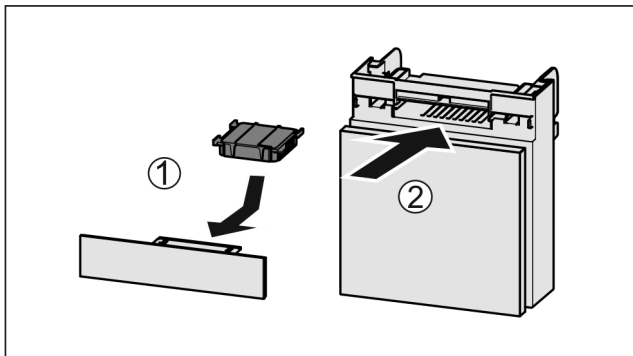

Fig. 213
- ▶ Aktivni ogljeni filter vstavite Fig. 213 (1) skladno s prikazom na sliki.
- ▶ Predal potisnite noter Fig. 213 (2).